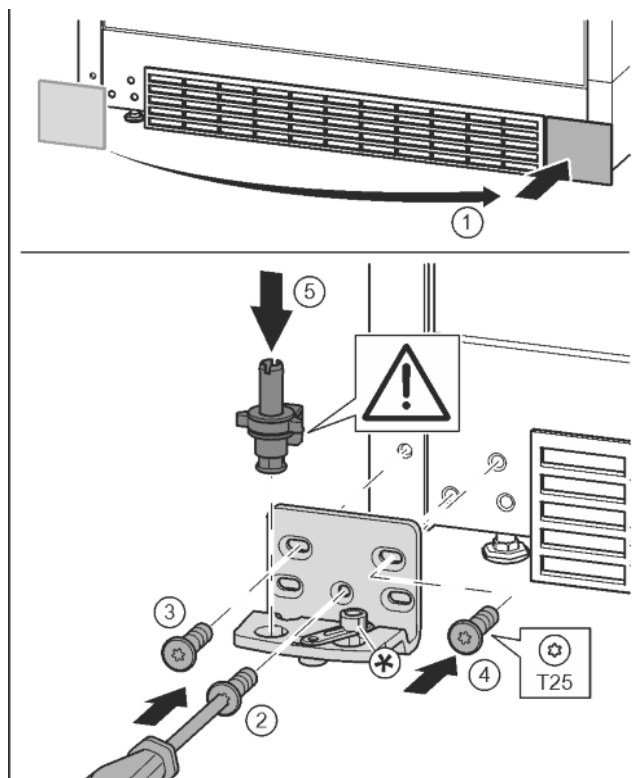

Fig. 18
- Enlever le cache et le mettre de l'autre côté. Fig. 18 (1)
- Poser le support de palier de l'autre côté et le visser à l'aide d'un tournevis T25. Commencer par la vis 2 en bas au milieu. Fig. 18 (2)
- Visser les vis 3 et 4. Fig. 18 (3, 4)
- Mettre en place l'axe de palier complet. Veiller à ce que l'ergot d'enclenchement soit orienté en arrière. Fig. 18 (5)